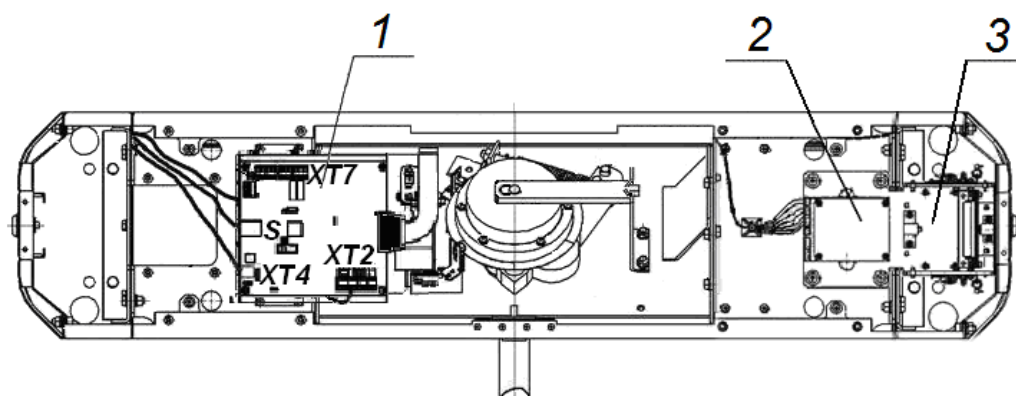

Рисунок 11. Схема прокладки кабелей в стойке ЭП:
10. Снимите крышку ЭП (3) согласно разд. 6.
11. Протяните кабели внутри стойки. Рекомендуемое расположение кабелей при прокладке внутри стойки показано на рис.11.
15. Выполните заземление стойки ЭП в соответствии с требованиями ПУЭ («Правила устройства электроустановок»). Контакт заземления **З3** (7, рис. 11) находится за боковой заглушкой стойки (14). Для крепления кабеля заземления на контакте используйте гайку М4.
16. Подключите кабель *Ethernet* (18) к разъему **С1** на плате контроллера ЭП.
19. После подключения всех кабелей и закрепления стойки на полу установите на место крышку (3), боковую заглушку стойки и контейнер картоприемника на свои места в порядке, обратном снятию.
При производстве механизм картоприемника (3, см. рис. 11) установлен со стороны считывателя №1 (A2).
1. Снимите крышку (3) в порядке, указанном в разд. 6.
2. Извлеките контейнер картоприемника (12), открыв замок (13).
3. Извлеките заглушку (14) с противоположной стороны, открыв замок (15).
4. Демонтируйте торцевые крышки (9, 10); каждая крышка крепится двумя винтами М4×16 и двумя шурупами Ø4,2×19 снизу со стороны контейнера (12) или заглушки (14). Кабели считывателей, находящихся внутри торцевых крышек, не отсоединяйте.
6. Демонтируйте заглушку (11) из торцевой крышки (9) и установите ее в торцевую крышку (10); заглушка крепится двумя шурупами Ø2,9×9,5.
7. Отсоедините кабель картоприемника от платы управления картоприемника A1 (2, рис. 11).